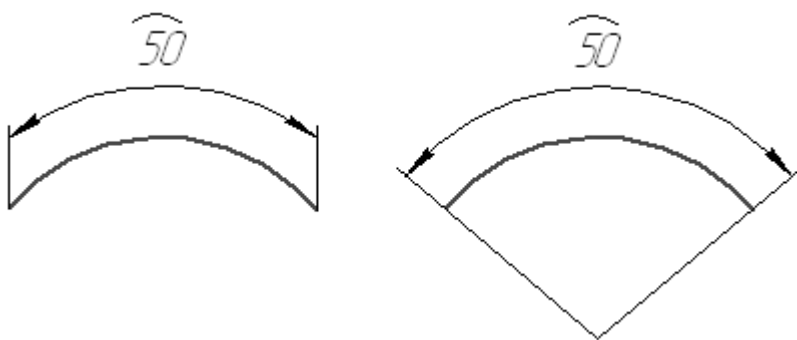

Рис. 2.44. Варианты отрисовки размеров дуги окружности
**Размер дуги окружности** – предназначен для построения размера, показывающего длину дуги окружности (рис. 2.44).